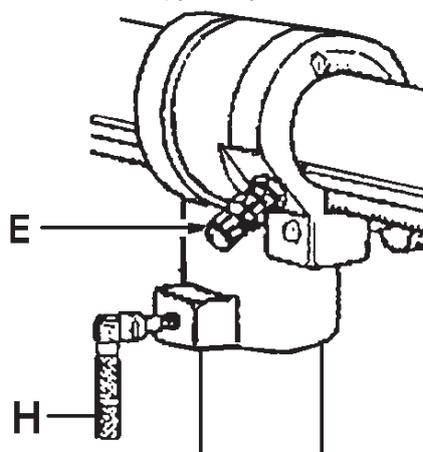

Рис.5
- Сверлильная головка может быть повернута на 45° вправо (R) и на 90° влево (L).
- Для поворота на 90° вытащите фиксирующий штифт (Е, Рис. 5) и выверните его.
(H, Рис. 5).